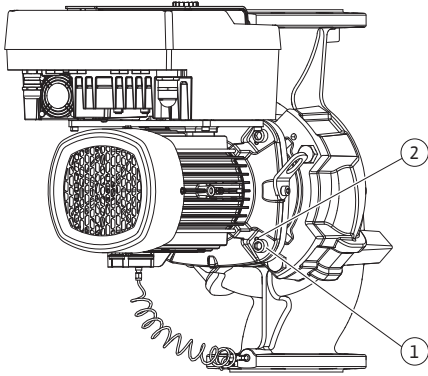

Fig. 10: Įstatomojo modulio nustumimas naudojant sriegiams skirtas angas
5. Nustumkit įstatomąjį modulį (žr. Fig. 4) nuo siurblio korpuso. Tam naudokite dvi sriegiams skirtas angas (žr. Fig. 10). Norėdami atlaisvinti modulį, į sriegines angas įsukite tinkamo ilgio M10 varžtus.
6. Nustumkit įstatomąjį modulį (žr. Fig. 4) nuo siurblio korpuso. Tam naudokite dvi sriegiams skirtas angas (žr. Fig. 10). Norėdami atlaisvinti modulį, į sriegines angas įsukite tinkamo ilgio M10 varžtus.